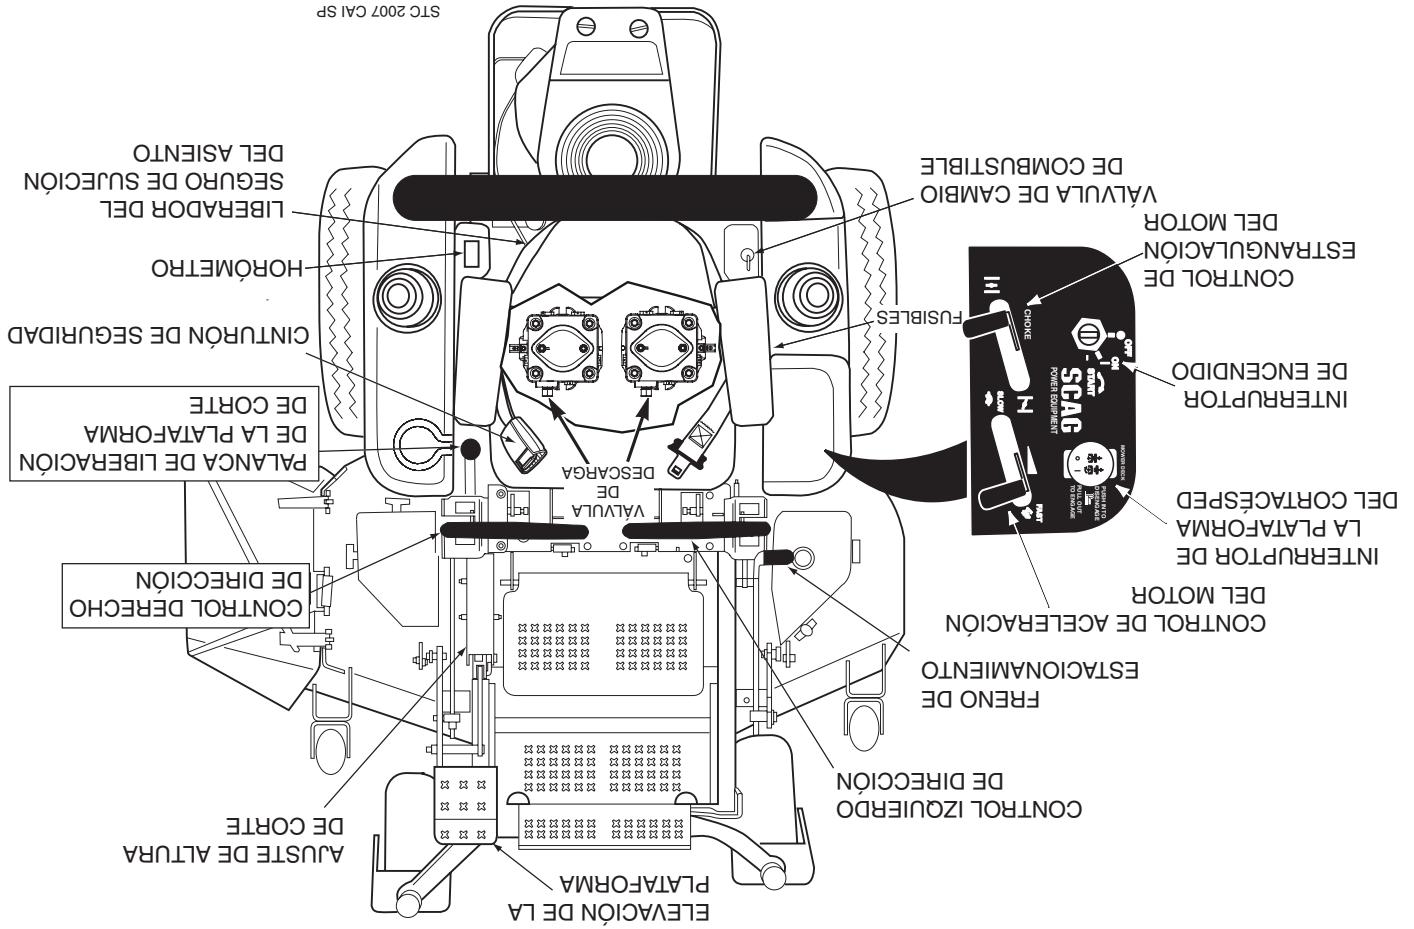

Figura 4-1 Controles e Instrumentos
5. **Horómetro (Figura 4-1).** Indica el número de horas que ha operado el motor. Sólo opera cuando el motor está funcionando. Ha fijado los recordatorios para el mantenimiento del motor y los cambios de aceite del sistema hidráulico. El mantenimiento programado empezará a destellar 2 horas antes de la hora establecida y continuará destellando hasta 2 horas después. Reinicia automáticamente.
6. **Portafusibles (Figura 4-1).** Dos fusibles de 20 Amp protegen el sistema eléctrico del cortacésped. Para reemplazar los fusibles, retire el fusible del zócalo e instale uno nuevo.
7. **Control izquierdo de dirección (Figura 4-1).** Usado para controlar la rueda izquierda del cortacésped al avanzar hacia adelante o en reversa.
8. **Control derecho de dirección (Figura 4-1).** Usado para controlar la rueda derecha del cortacésped al avanzar hacia adelante o en reversa.
9. **Control del freno de estacionamiento (Figura 4-1).** Usado para accionar y desconectar los frenos de estacionamiento. Tire de la palanca para accionar los frenos de estacionamiento. Presione la palanca para desconectar los frenos de estacionamiento.
10. **Válvula de intercambio de combustible (Figura 4-1).** Ubicada en el lado izquierdo de la máquina. Usada para cortar el suministro del combustible al motor y cambiar la alimentación de combustible entre tanques. Gire la válvula en contra del sentido de las agujas del reloj para suministrar combustible solamente del lado izquierdo. Gire la válvula en el sentido de las agujas del reloj para suministrar combustible solamente del tanque del lado derecho.
12. **Palanca de pie de elevación de la plataforma (Figura 4-1).** Usada para levantar y bajar la plataforma de corte.
13. **Ajuste de la altura de corte (Figura 4-1).** Usado para poner la plataforma de corte en la altura de corte deseada.
14. **Palanca de liberación de la plataforma de corte (Figura 4-1).** Usada para trabar la plataforma de corte en la posición de transporte. Para corte normal, empuje el pedal hacia adelante y tire de la palanca de desenganche de modo de soltar la plataforma de corte.
15. **Cinturón de seguridad (Figura 4-1).** Usado para asegurar al operador. El cinturón de seguridad debe usarse solo cuando la barra contra vuelco esté en posición vertical y bloqueada.
16. **Seguro de liberación de la sujeción del asiento (Figura 4-1).** Ubicado detrás del asiento. Usado para asegurar el asiento en la posición de operación. Libere el seguro para tener acceso a la parte inferior del asiento.
1. Interruptor de encendido (Figura 4-1). Usado para arrancar el motor; tiene tres posiciones: OFF, ON y START.
2. Interruptor de la plataforma del cortacésped (Figura 4-1). Usado para accionar y desconectar el sistema de transmisión del cortacésped. Tire del interruptor para accionar la transmisión de plataforma. Presione el interruptor para desconectar la transmisión de plataforma.
3. Control de estrangulación del motor (Figura 4-1). Usado para arrancar un motor frío.
4. Control de aceleración del motor (Figura 4-1). Usado para controlar la velocidad de motor. Presionando la palanca hacia abajo aumenta la velocidad del motor. Tirando de la palanca hacia atrás disminuye la velocidad del motor. La posición completamente hacia atrás es la posición de MARCHA EN VACÍO. La posición de corte es la de más adelante.